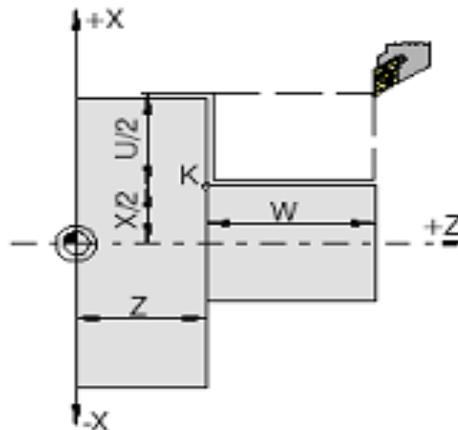

Рис. 6. Цикл продольного точения
**G20** - цикл продольного точения (рис. 6)